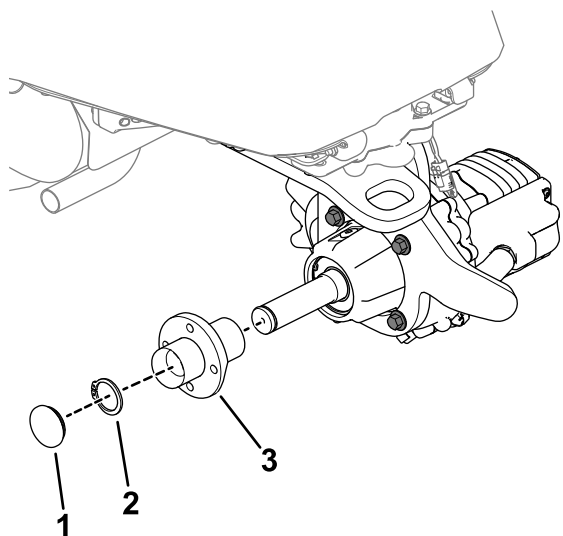

Figura 2
1. Retire o tampão antipoeira do conjunto do cubo (Figura 2).